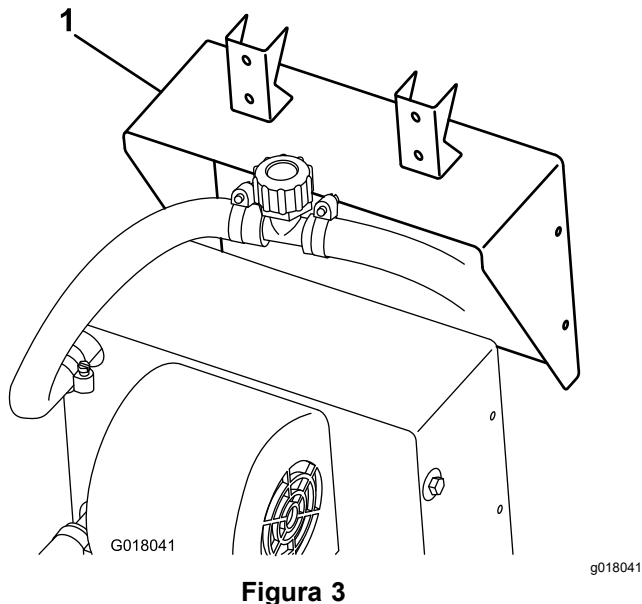

Figura 3
1. Fixe o suporte do aquecedor ao aquecedor utilizando os parafusos fornecidos com o aquecedor (Figura 3).